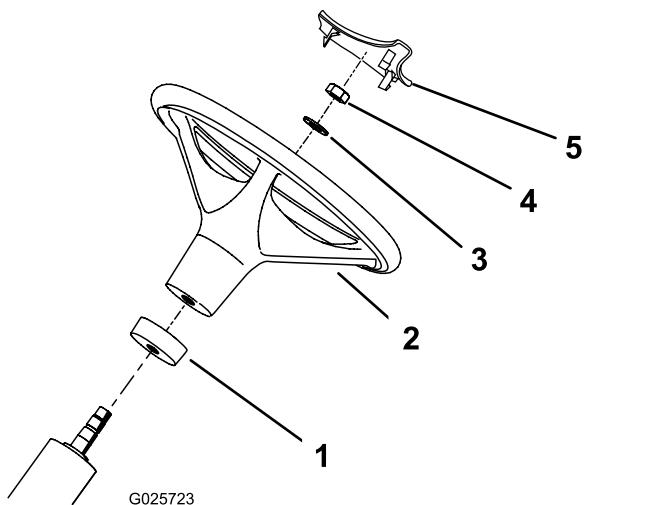

Рисунок 2
- Наденьте кольцо из пеноматериала на рулевой вал концом меньшего диаметра вниз (Рисунок 2).
- Наденьте рулевое колесо на рулевой вал (Рисунок 2).
- Закрепите рулевое колесо на рулевом валу с помощью шайбы и стопорной гайки (Рисунок 2).
- Вдавите крышку рулевого колеса на штатное место на рулевом колесе (Рисунок 2).